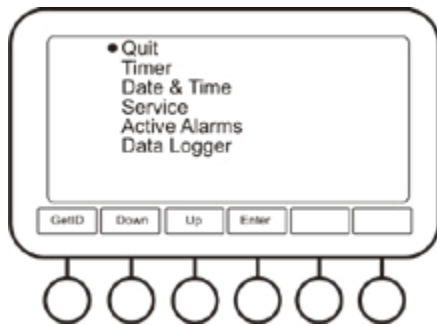

Fig. 2. Menu
4.9. **Incubator menu** (fig. 2).